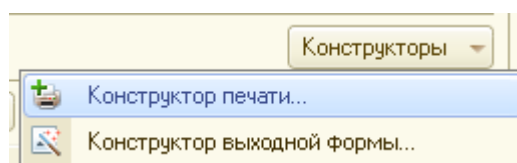

Рисунок 1.21 Вызов конструктора печати
2. Нажать на кнопку **Конструкторы**, выбрать **Конструктор печати** (рис. 1.21).